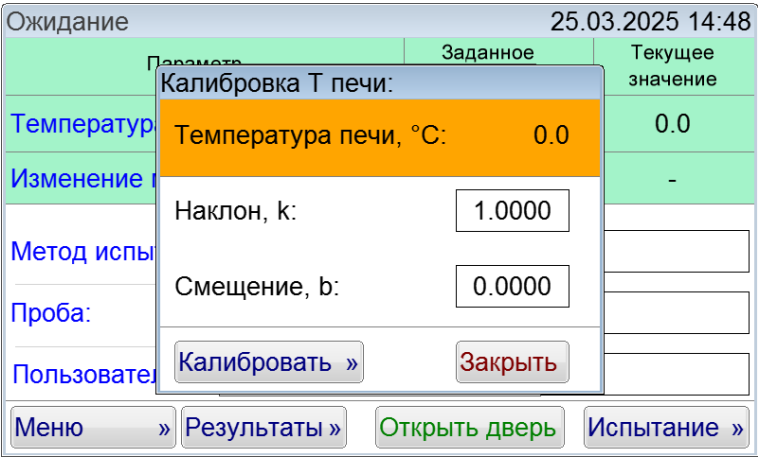

Рисунок 43 – Окно «Калибровка Т печи»
5.9.6 Нажать кнопку [Калибровка термодатчика]. Откроется окно «Калибровка Т печи» (см. рисунок 43).